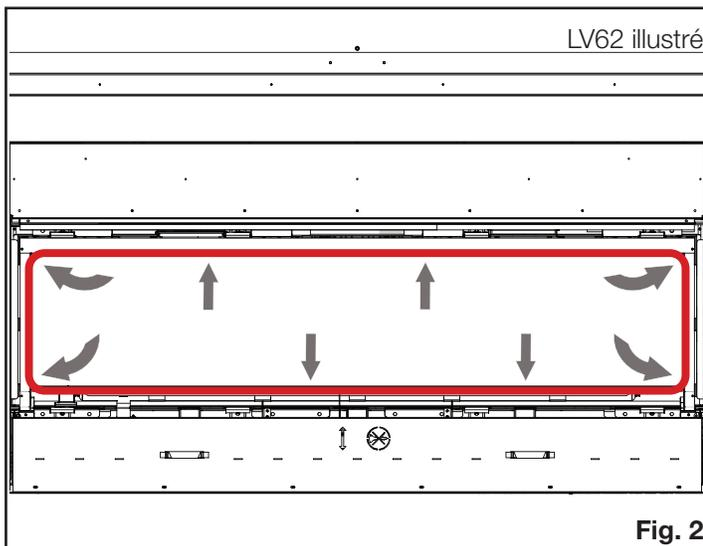

Fig. 2
7. Continue working the gasket into the cavity, ensuring it covers the entire distance along the fixed door (**Fig. 2**).
7. Continuez d'insérer le joint d'étanchéité dans l'espace, en assurant qu'il couvre toute la distance le long de la porte fixée (**Fig. 2**).